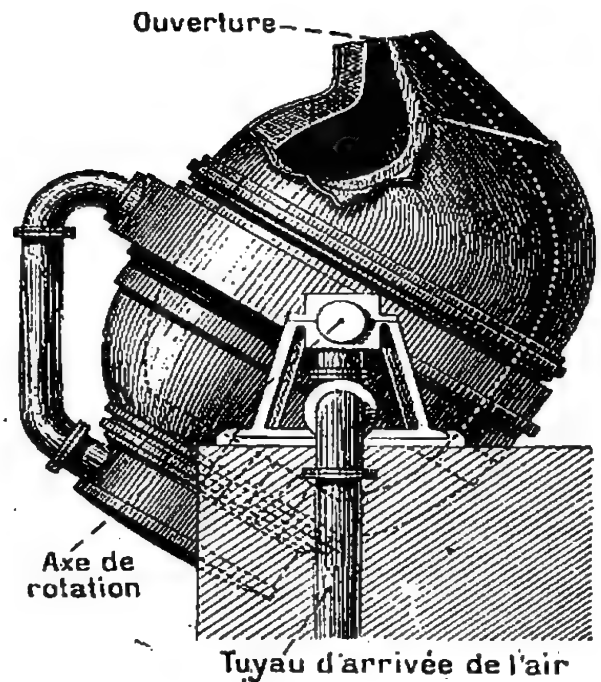

Fig. 95. — Convertisseur Bessemer. — Un courant d'air brûle le charbon de la fonte en fusion. (On incline le convertisseur pour recevoir la fonte.)
**4. Acier.** — L'**acier** est du fer qui contient encore environ 1 pour 100 de charbon. On l'obtient en enlevant à la *fonte* en fusion une partie de son charbon par l'action d'un fort courant d'air. On se sert pour cela du **convertisseur Bessemer** (*fig. 95*).